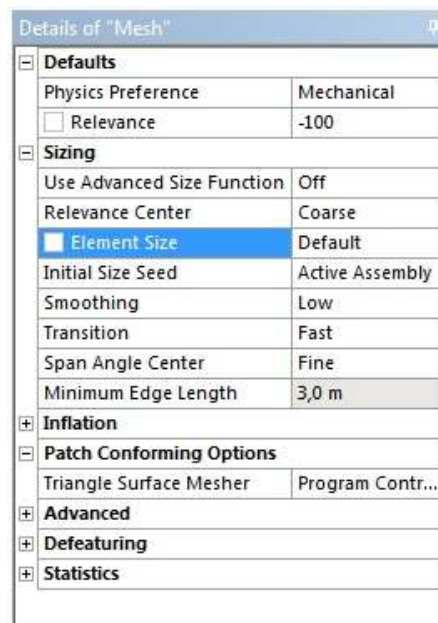

Рис. 6.10. Параметр *Element Size* у вікні *Details of Mesh*
1. Розмір елементів *Element Size* задає середню довжину ребра елемента. Використовується фільтр вибору сторін елементів і вибирається репрезентативне ребро елемента (наприклад, по жорсткості). Для зміни розміру елемента за замовчуванням потрібно в рядок *Element Size* ввести бажане значення розміру елемента (рис. 6.10).